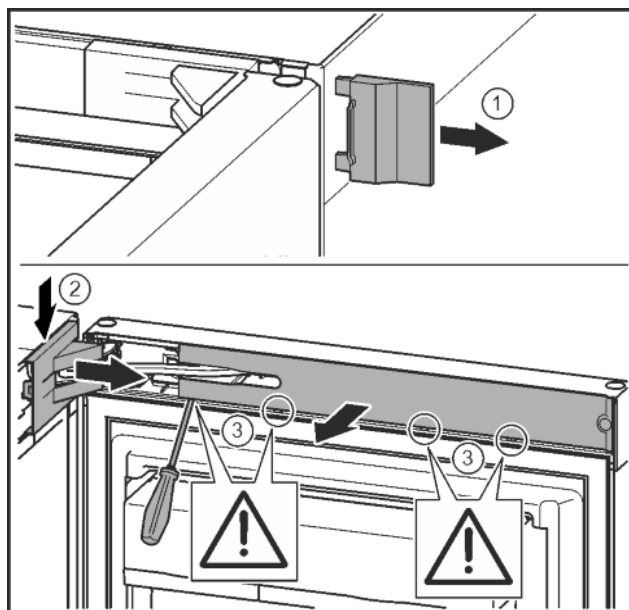

Fig. 11
- ▶ Снять внешнюю крышку. Fig. 11 (1)
- ▶ При помощи отвёртки освободить от фиксаторов крышку опорного кронштейна и отсоединить. Снять крышку опорного кронштейна. Fig. 11 (2)
- ▶ Шлицевой отвёрткой вывести накладку из зацепления и отвести в сторону. Fig. 11 (3)